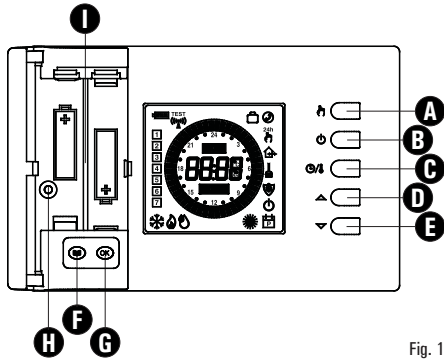

Fig. 1
1. Aprire lo sportellino che dà accesso al vano pile (Fig. 1).
- 6 Inserire le batterie (non fornite di serie) nel vano batterie (I di Fig. 1); vedi paragrafo 'INSERIMENTO/SOSTITUZIONE BATTERIE'.